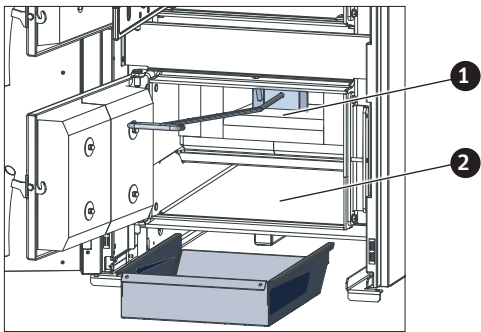

Fig. 28 Rimuovere la cenere dalla camera di combustione e dal vano cenere
- ▶ Collocare il recipiente per cenere sotto lo sportello cenere (sportello inferiore). Aprire lo sportello cenere e rimuovere completamente la cenere prodotta dalla camera di combustione e dal vano cenere – Fig. 28.